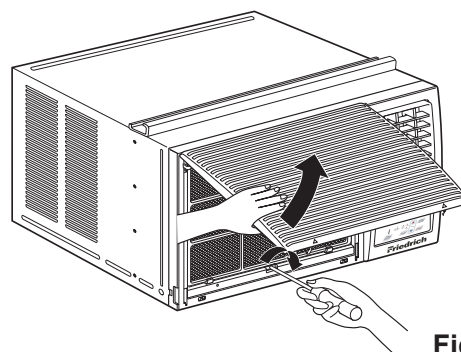

Fig. 11
14. Tire hacia abajo la parrilla de entrada y asegúrela con un tornillo Tipo A ① a través de la parrilla frontal. (ver Fig. 11)